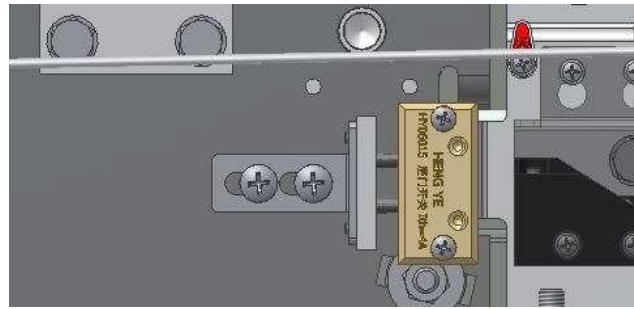

图 7-23
- d. 在关门状态下，调节层门开关和动触点的配合，使层门开关内的电气触点压缩 3~5 毫米。保证层门开关和动触点的可靠接触。请见图 7-23：